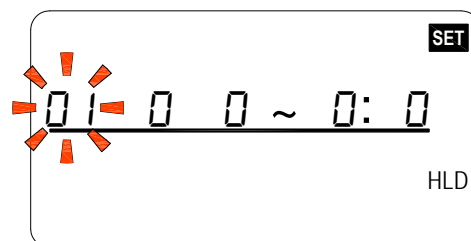

Abbildung 29
3. Drücken Sie . Die Anzeige wechselt zur Jahrestimereinstellung und zeigt HLD mit der blinkenden Speichernummer in der linken Anzeigenecke, siehe Abbildung 29.